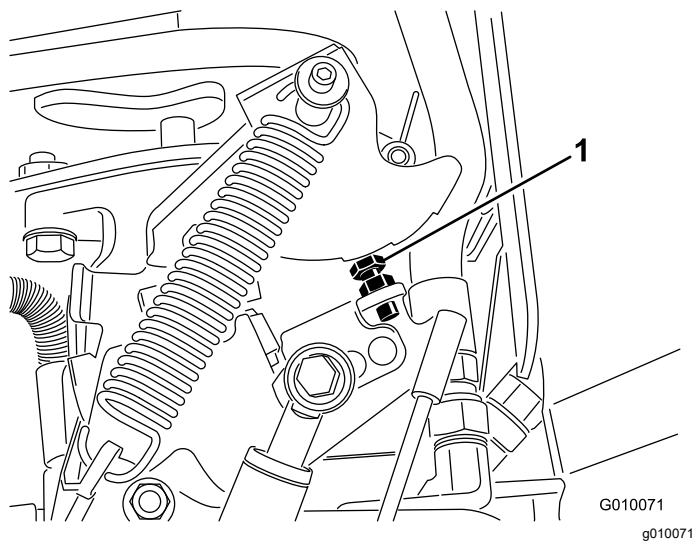

Figura 71
6. Si es necesario realizar un ajuste, enrosque el perno de tope de la bomba (Figura 71) en la placa de tope para reducir el espaciado de las perforaciones, o desenrosque el perno de tope de la placa de tope para aumentar el espaciado de las perforaciones.